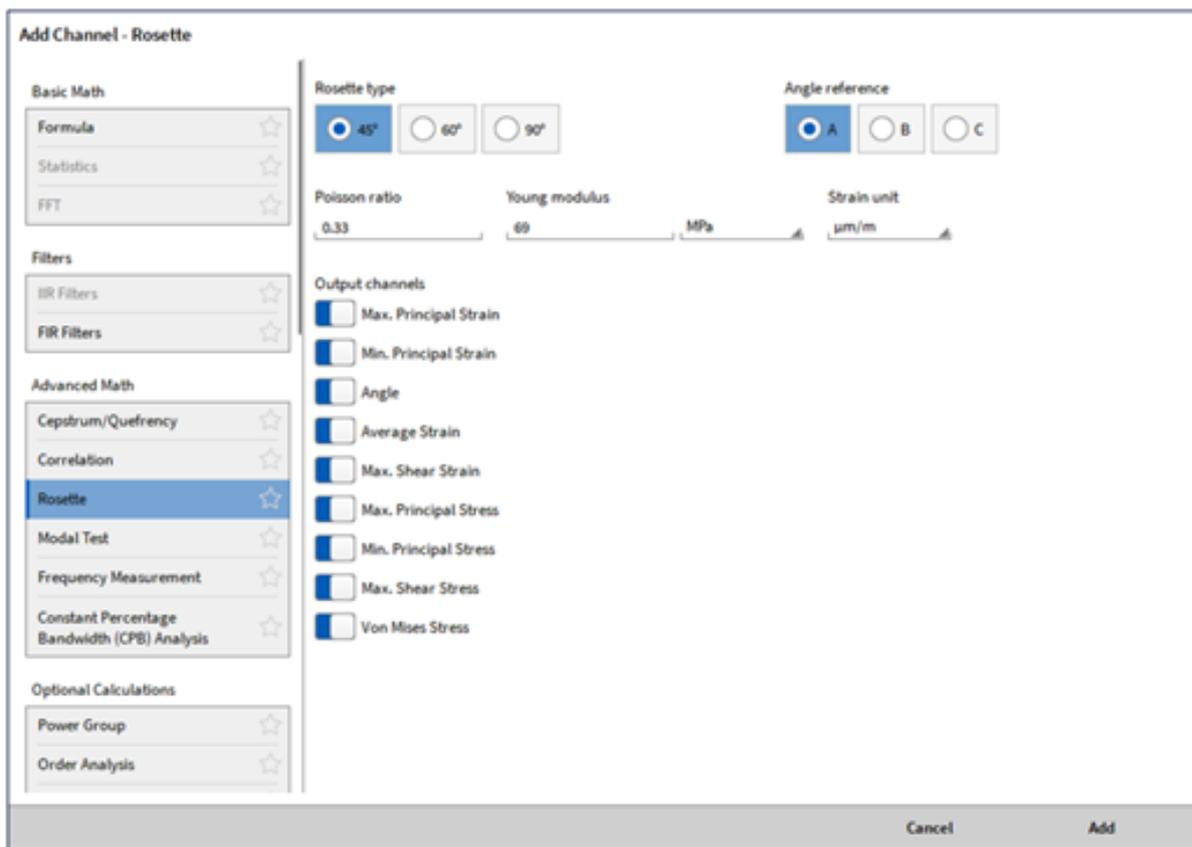
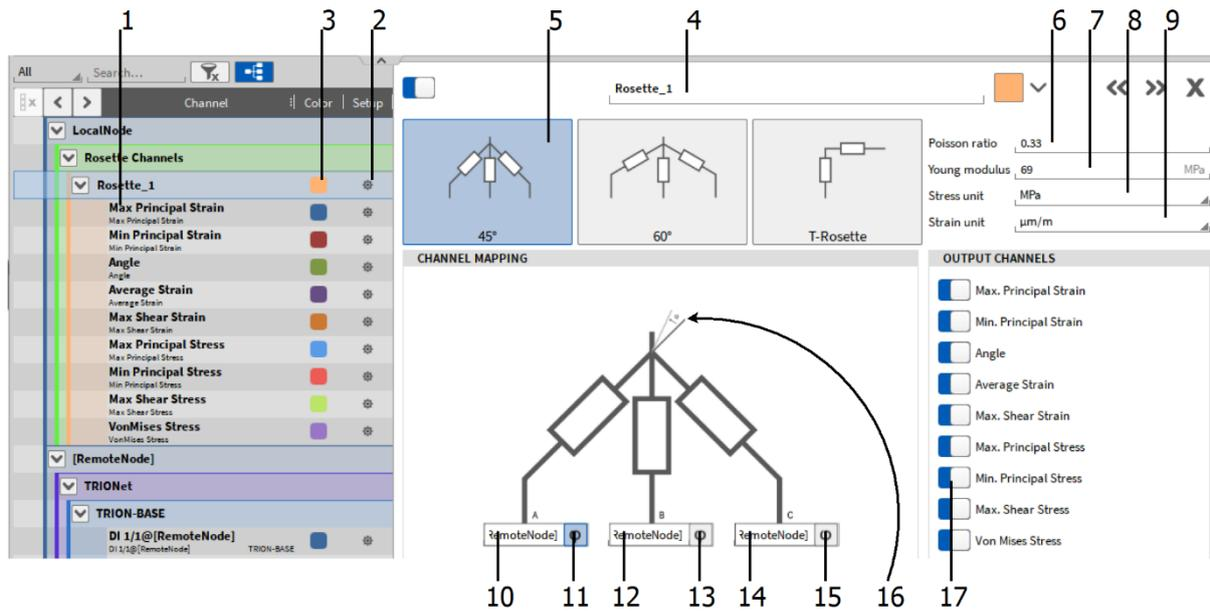
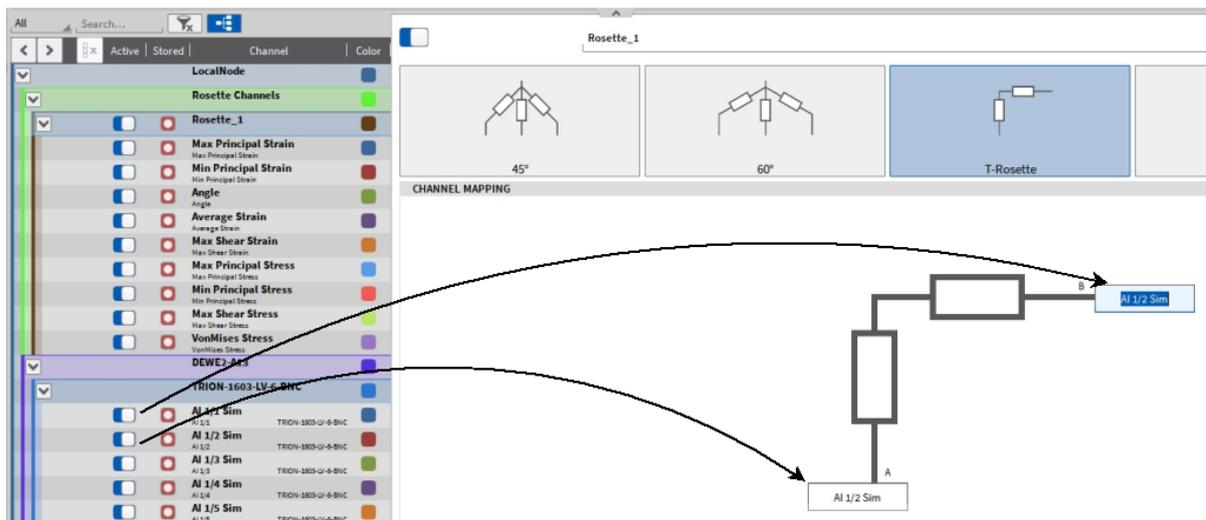

Abb. 7.111: Pop-up-Fenster zur Erstellung einer Rosetten-Berechnung
Abb. 7.112: Rosetten-Kanaleinstellungen – Übersicht
Abb. 7.114: Kanaluweisung in den Rosetten-Kanaleinstellungen
Um einen Rosetten-Kanal zu erstellen, klicken Sie auf den *Hinzufügen* Button im unteren linken Eck (rot markiert in Abb. 7.48) und wählen Sie Rosette (siehe Abb. 7.111). Nachdem *Hinzufügen* erneut geklickt wurde, wird ein Rosetten-Hauptkanal (*Rosette_1* in Abb. 7.112) mit Unterkanälen (*Max Principal strain* bis *VonMises Stress* in Abb. 7.112) der Kanalliste hinzugefügt. Ein Klick auf das Zahnrad des Rosetten-Hauptkanals öffnet die Rosetteneinstellungen, um Änderungen vorzunehmen (siehe Abb. 7.112).
Die Kanaluweisung kann auch im Nachhinein per Drag-and-Drop in den Kanaleinstellungen der Rosette gemacht werden (siehe ⑩ in Abb. 7.112), indem der gewünschte Kanal der Kanalliste in den gewünschten Eingangskanal der Rosetten-Berechnung gezogen wird (siehe Abb. 7.114).
Die Unterkanäle (siehe ⑪ in Abb. 7.112) der Rosetten-Berechnung haben Kanaleinstellungen, welche durch das Klicken des Zahnrades zugänglich gemacht werden können. Jedoch kann hier nur die Skalierung geändert werden.